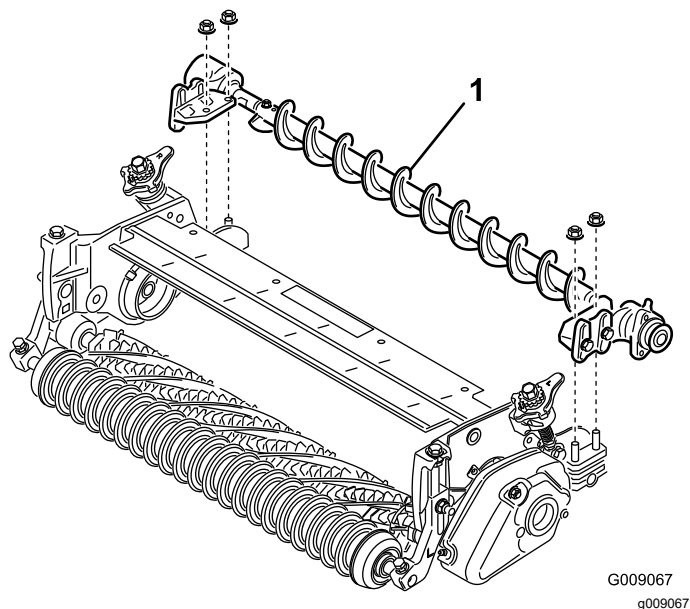

Figure 24
10. Placez les supports de montage de la brosse de rouleau sur les boulons des supports (Figure 24). Fixez les supports de montage de la brosse aux plaques latérales de l'unité de coupe avec les écrous retirés précédemment.